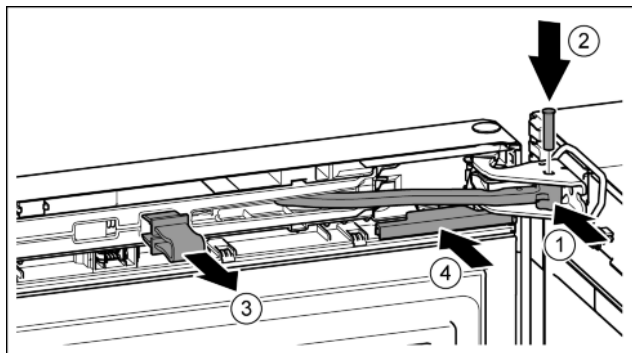

Fig. 41
- ▶ Поверніть шарнір в опорному кронштейні. Fig. 41 (1)
- ▶ Встановіть гвинт в опорний кронштейн та шарнір. При цьому виступ фіксатора повинен займати правильне положення в пазу. Fig. 41 (2)
- ▶ Зніміть запобіжник. Fig. 41 (3)
- ▶ Насуньте кришку. Fig. 41 (4)